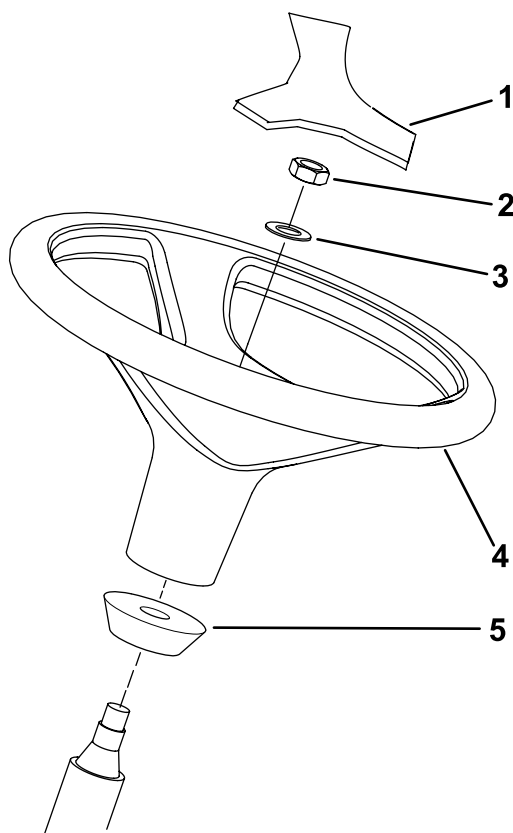

Figura 13
1. Retire el volante del palet de transporte (Figura 13).
**Nota:** Asegúrese de que el collar de espuma permanece en el eje de dirección (Figura 13).
3. Coloque el volante y la arandela sobre la columna de dirección (Figura 13).
5. Monte la tapa en el volante (Figura 13).